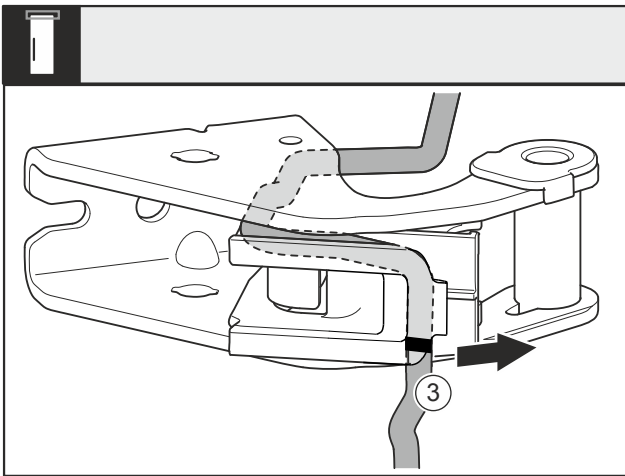

Fig. 27
- ▶ Демонтируйте кабель с держателем кабеля Fig. 27 (3) из опорного кронштейна.